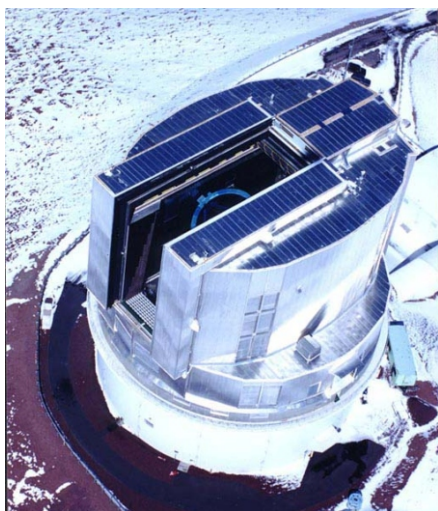

Рисунок 16. Телескоп Субару.
- Создание системы управления телескопа Subaru Национальной астрономической обсерватории Японии (1999 г.), установленного на вершине горы Мауна Кеа (Гавайи, США, Рисунок 16). Эта гора является самой высокой в мире – 4200 м над уровнем моря и более 10000 м от поверхности воды до дна океана. Телескоп Subaru с диаметром главного зеркала 8.2 м и камерой сверхвысокого разрешения может проводить самые точные в мире наблюдения за темной энергией и темной материей, составляющей до 90% Вселенной. Шесть приводов MELCO гарантируют точное управление камерой и линзой, общий вес которых составляет 2 тонны.